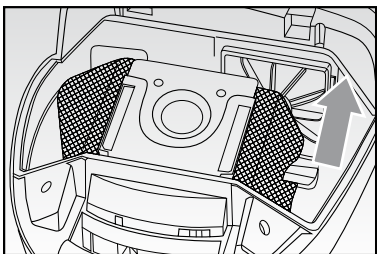

Fig. 8
- Extraiga el saco, prestando atención a no romperlo, deslice la parte de cartón rígida o de plástico, en caso de saco de tejido, por las guías correspondientes (FIG. 8). Tírelo al cubo de la basura en caso de saco de papel, o vacíelo y lávelo con agua y detergente neutro en caso de saco de tejido.
- Quitar la bolsita (FIG. 8).